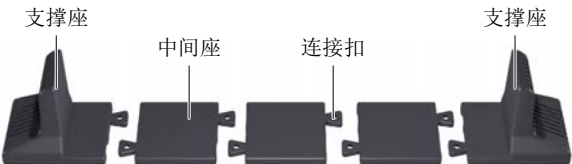

图2-5 安装带中间座的支撑座
4. 如需安装电池模块，从电池模块附件中取出中间座，将中间座和支撑座通过连接扣组装在一起，如图 2-5 所示。